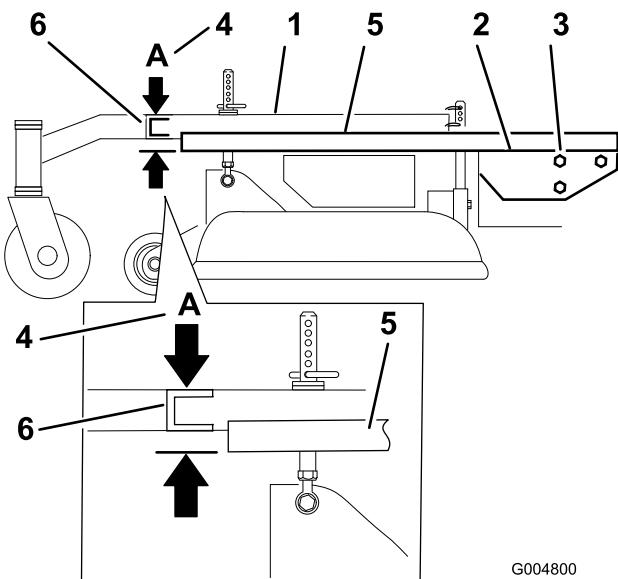

Figura 66
3. Coloque una regla larga en la parte superior de la plataforma del motor según se ilustra en la Figura 66.
4. En la ranura transversal del bastidor de tiro, mida la altura en la posición A (Figura 66). Debe ser de 33 mm (1-5/16 pulg.), con una tolerancia de más o menos 6 mm (1/4 pulg.).
6. Afloje los pernos de montaje del bastidor de tiro en los dos lados de la máquina (Figura 66).
7. Alinee el bastidor de tiro y la plataforma del motor para que tengan una altura de 33 mm (1-5/16 pulg.), con una tolerancia de más o menos 6 mm (1/4 pulg.) en la posición A (Figura 66).